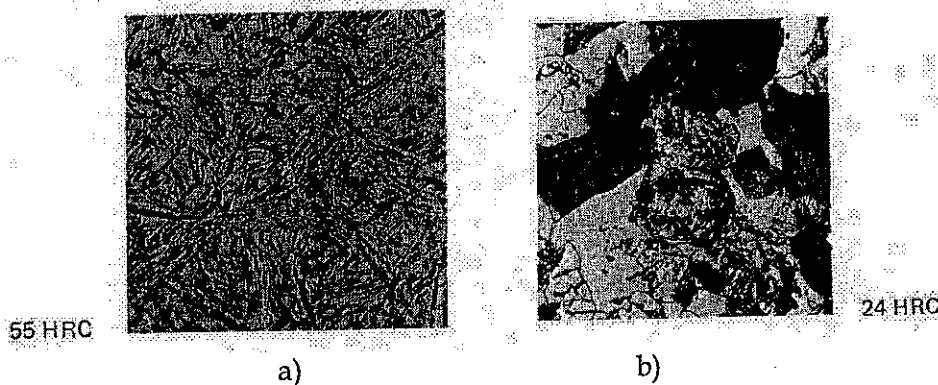

Figure 2 : Micrographies correspondant à l'acier 40 NiCrMo3.
2. A l'aide du TRC de cet acier, commenter les micrographies présentées **Figure 2** et tracer les courbes dilatométriques conduisant à ces microstructures (seule l'étude du refroidissement est demandée).